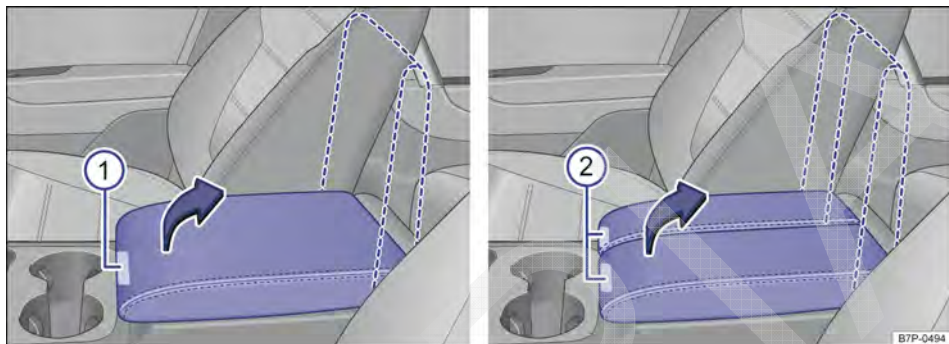

Fig. 189 No descansa-braço central dianteiro: abrir o porta-objetos.
Para *abrir*, pressionar o botão → Fig. 189 ① ou ② e elevar totalmente o descansa-braço central ou a parte do descansa-braço central no sentido da seta.